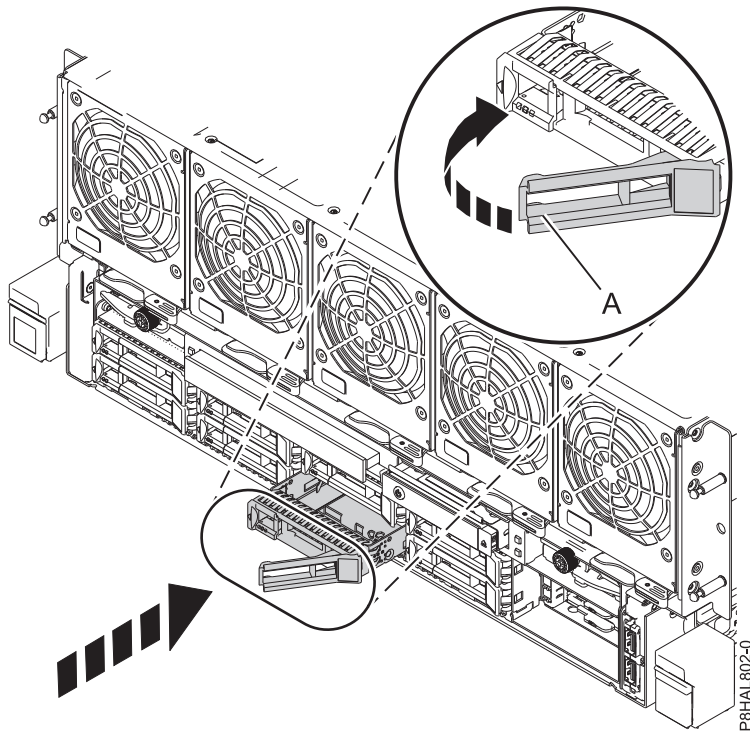

図 8. ディスク・ドライブのシステムへの取り付け
4. ハンドルを押して手前に引き出して、ドライブ・ベイ・ハンドル **(A)** をアンロックします。ハンドルが完全に引き出されていないと、ドライブをシステムの中にスライドさせることができません。『16 ページの図 8』を参照してください。
8. 識別 LED が点灯したら、以下の図に示すように、ドライブをシステムの中に奥まで差し込み、ドライブ・キャリア・ハンドル **(A)** をロックされるまで押します。 16 ページの図 8